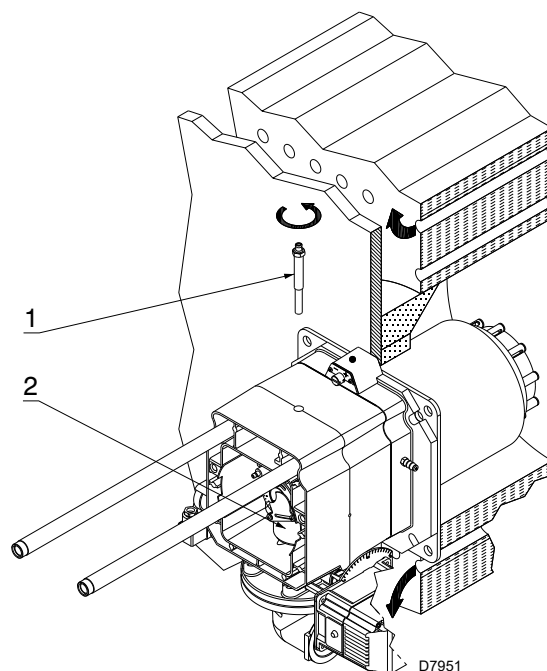

Abb. 15
- die Schraube 1)(Abb. 15) entfernen;
- das Innenteil 2)(Abb. 15) des Kopfes herausziehen und deren Einstellung vornehmen.
An dieser Stelle der Installation ist der Flammkopf am Heizkessel wie in Abb. 15. Seine Einstellung ist somit äußerst einfach, die allein von der Höchstleistung des Brenners abhängig ist.